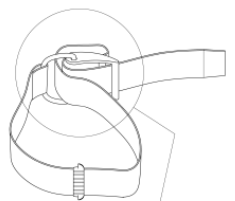

fig. 2-4
1. Rotiti catarama pana se opreste in pozitia deschis. Treceti chinga in jurul cataramei de plastic dupa cum este ilustrat in (Fig.2-4), umeziti chinga inainte de atasarea pe butelie si ajustati lungimea (Fig. 2-7).